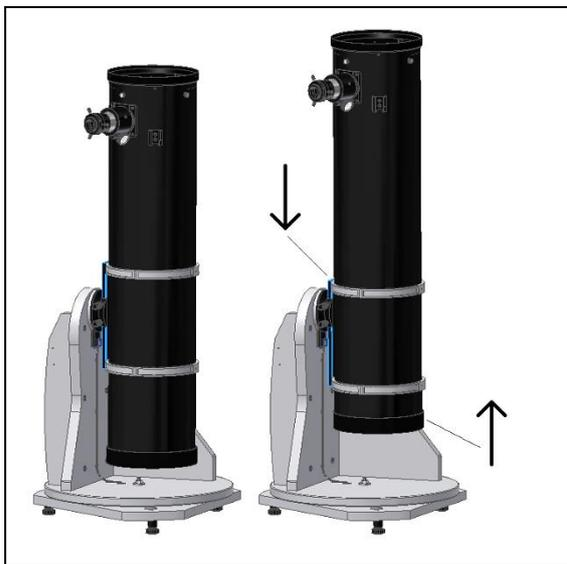

Figura 19. Muovete la barra a coda di rondine verso il basso e il tubo verso l'alto!
3.1. Bilanciamento del tubo Fare scorrere il tubo o la barra a coda di rondine in avanti o indietro per ottenere un equilibrio perfetto. Per i tubi da 8" f/5 raccomandiamo di spostare il tubo tutto in avanti e di lasciare la barra a coda di rondine dietro, come mostra la Figura 19. Questo permette alla posizione del foceggiatore di essere spostata verso l'alto, rendendo più comoda l'osservazione.